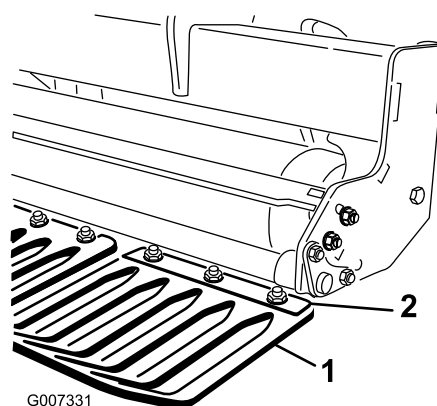

図 14
1. ターフ・ガードのクランプをターフ・ガードのツールバーに固定している金具類をゆるめる (図 14)。